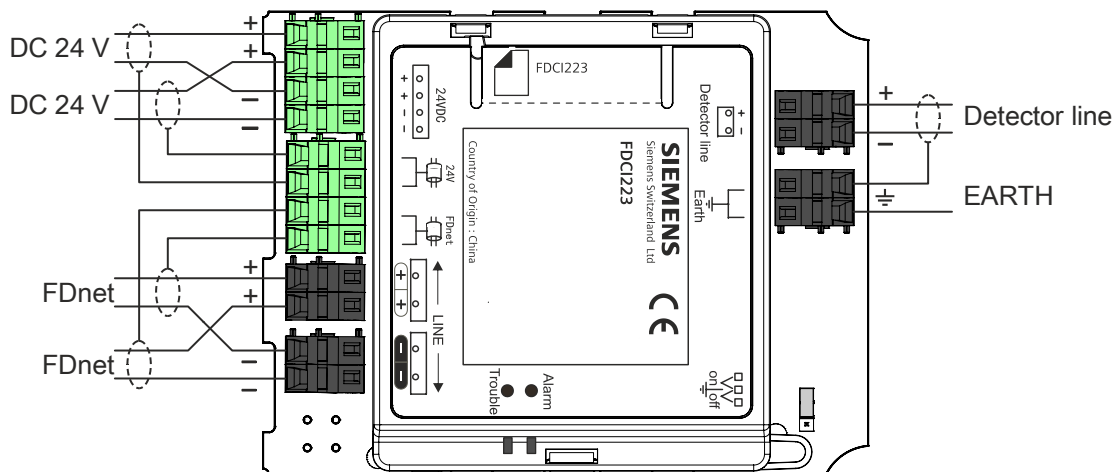

Fig. 7
1. Connect the cables to the terminals according to the pin assignment (Fig. 7). Only connect one wire per terminal.
1. Schließen Sie die Kabel gemäß der Anschlussbelegung an den Klemmen an (Fig. 7). Schließen Sie pro Klemme nur einen Draht an!
1. Raccordez le câble aux bornes conformément à l'affectation des connexions (fig. 7). Ne raccordez qu'un fil par borne !